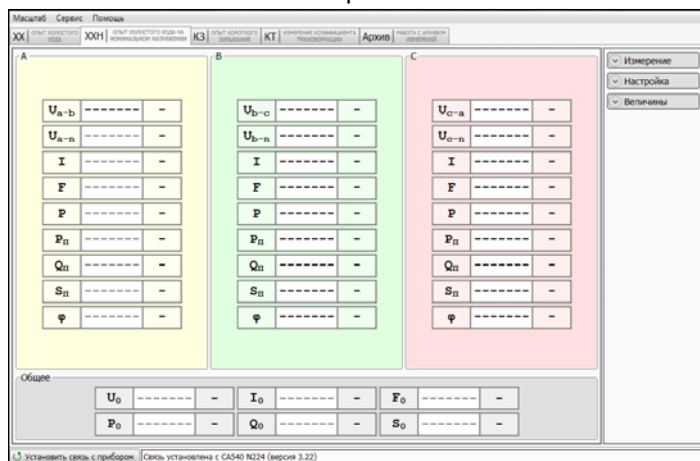

Рисунок 7.17
4) Перейти на вкладку , для чего щелкнуть по ней (рисунок 7.17)
6) Развернуть поле "Настройка", для чего щелкнуть по кнопке   (рисунок 7.17).